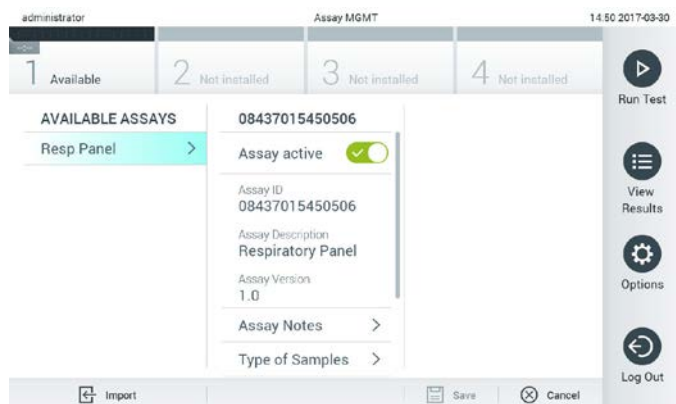

Figura 58. Gestão de ensaios disponíveis.
1. Prima o botão Options (Opções) e, em seguida, o botão Assay Management (Gestão de ensaios) para aceder ao ecrã Assay Management (Gestão de ensaios). Os ensaios disponíveis são listados na primeira coluna da área de conteúdo (Figura 58).